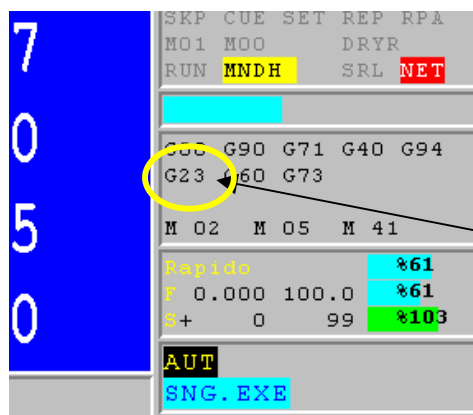

FIG. 10-11 Finestra "Funzioni ausiliarie Attive"
- Sarà quindi possibile definire se si intende o meno rendere attivi i valori impostati (si ricorda che tali valori saranno operativi solo con CNC in modalità **AUTO**).Al passaggio del CNC in modalità **AUTO**, l'attivazione o meno della funzione "**Limiti di Programmazione**" sarà rilevabile dalla presenza/assenza, nella finestra dedicata alla visualizzazione delle Funzioni ausiliarie attive, della funzione **G23** (Vedi **FIG.10-11**).